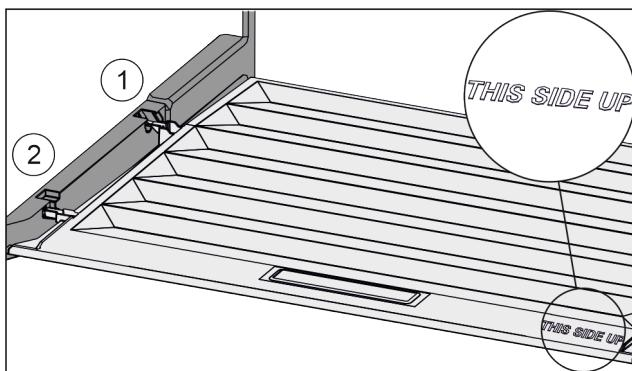

Fig. 49
- Robova predala vstavite nad odprtino zadnjega držala Fig. 49 (1), spredaj pa ju zataknite v držalo Fig. 49 (2).